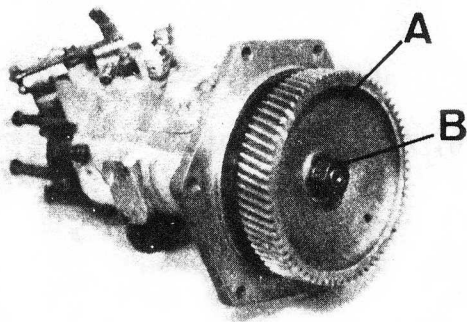

Fig. A3-29 Desmontaje del engranaje de accionamiento
- 2.1. Fijar el engranaje de accionamiento, A (Fig. A3-29) por medio de prensa o mordazas protegiendo los dientes de éste con tacos de madera o similar y desmontar la tuerca de retención, B.
- 3.2. Montar el engranaje de accionamiento, A (Fig. A3-29) y fijarlo con su tuerca y arandela, B.